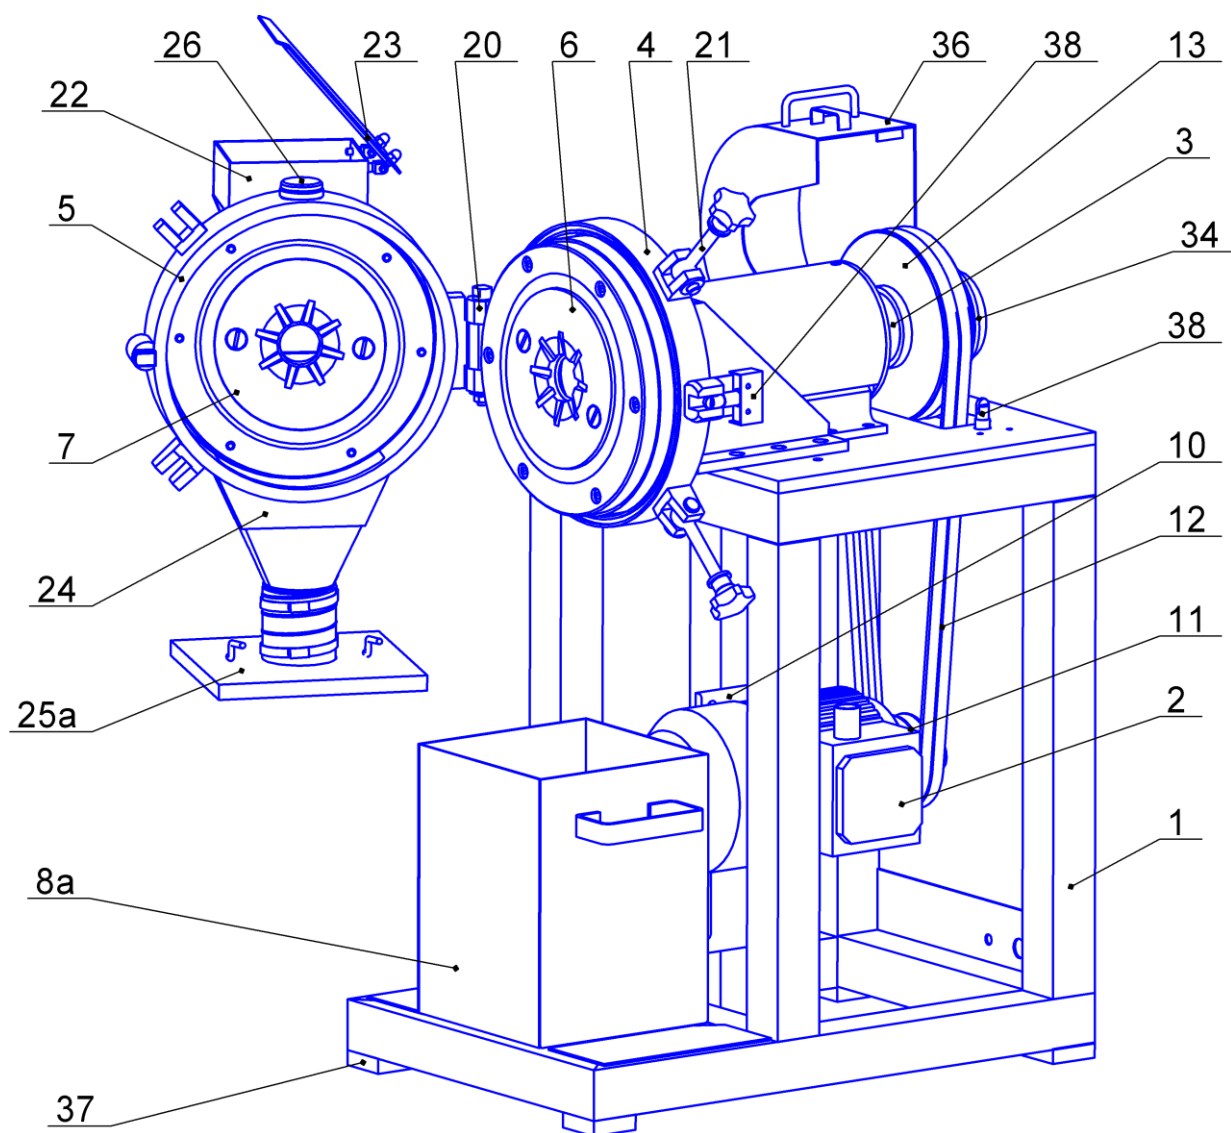

Рис.1 Общий вид
- а) открыть защитный кожух 36 и снять защитный экран со стороны электродвигателя (Рис. 1);
- и) вывернуть четыре болта крепления корпуса 16 к раме 1. Снять корпус с рамы (Рис. 1);